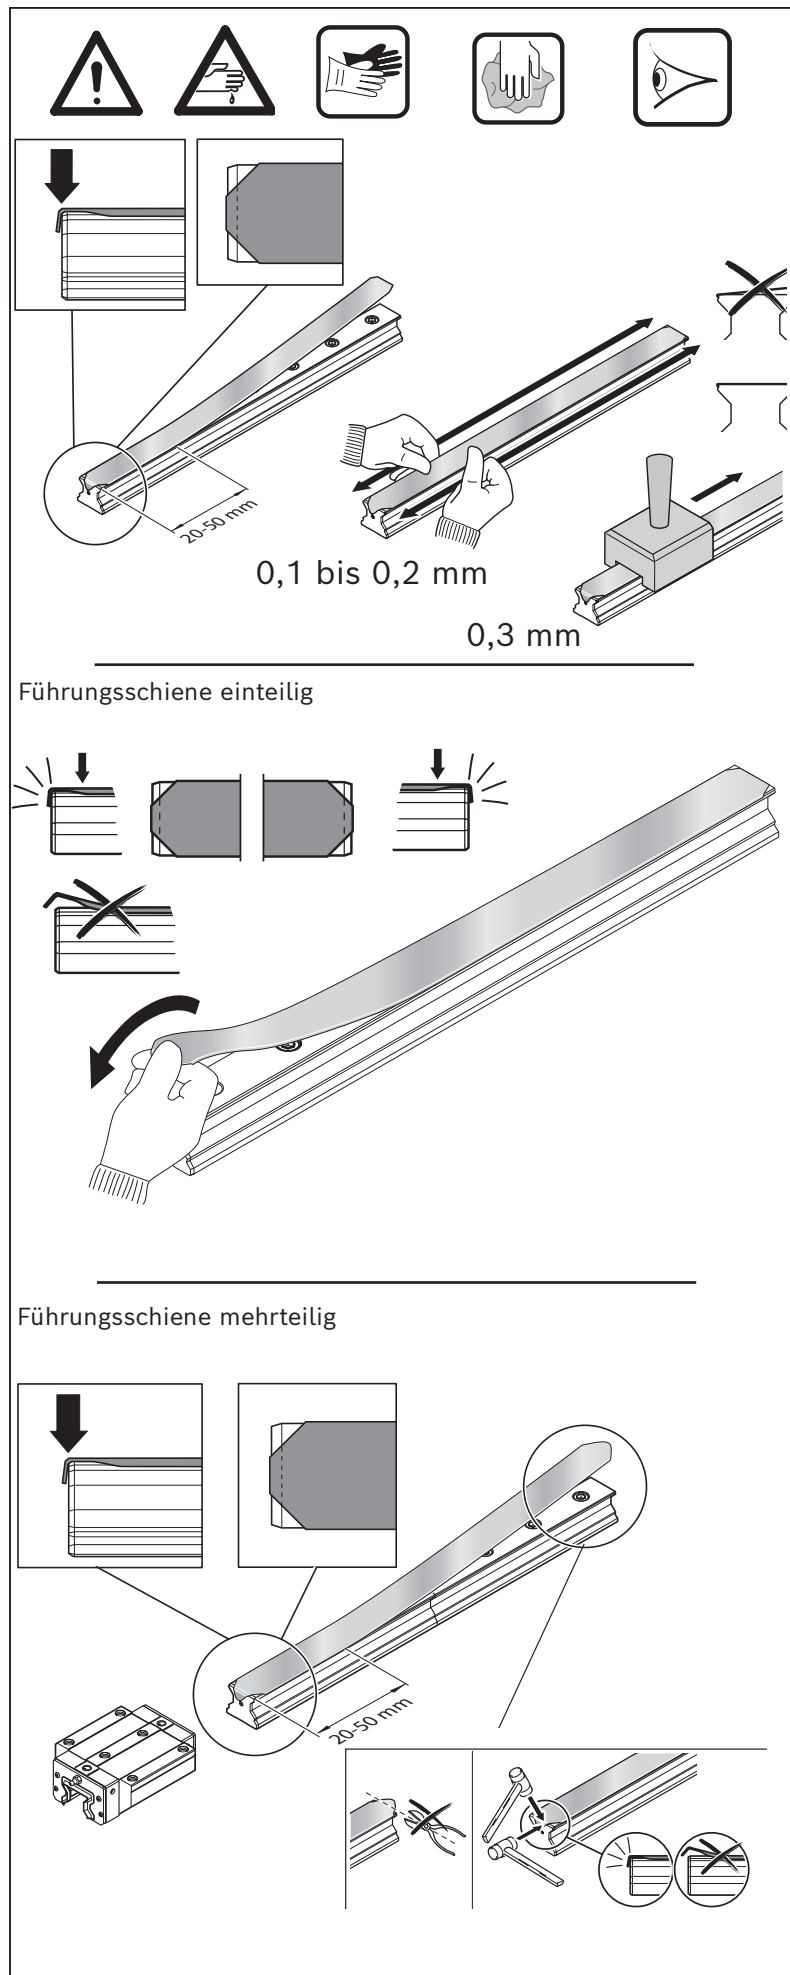

Fig. 35: Montage Abdeckband
- ▶ Wenn notwendig, abgewinkeltes Bandende nur soweit kürzen, bis stirnseitiges Gewinde frei ist ➡ Fig. 35